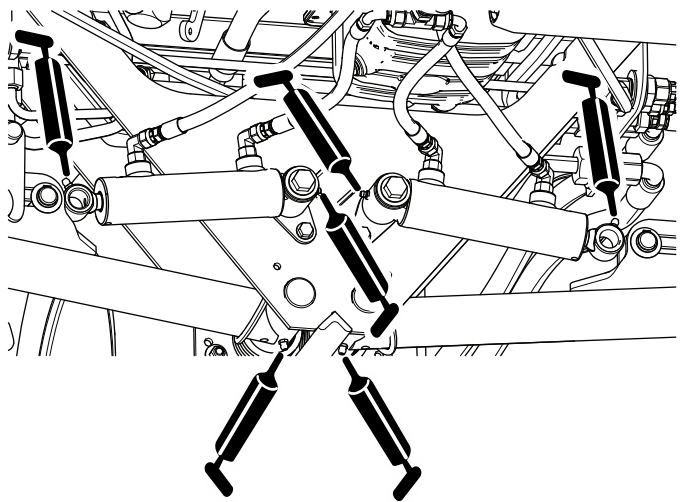

図 50
- 後昇降アームのピボットと昇降シリンダ各4ヶ所 図 50を参照。